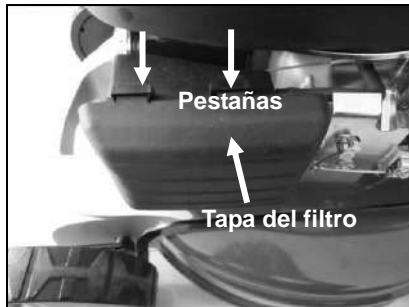

Fig.14A
1. Presione hacia abajo las dos pestañas en la parte superior de la cubierta del filtro. (Fig.14A)